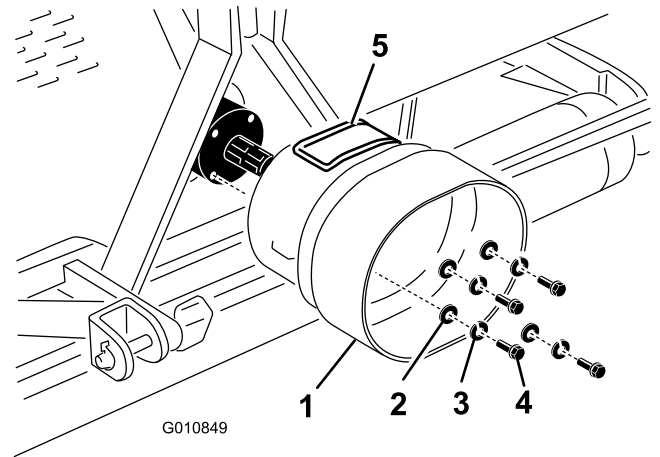

Figura 22
2. Monte a proteção da tomada de força na transmissão do arejador com os fixadores previamente removidos (Figura 22).
Alinhe o painel de acesso (Figura 22) da proteção da tomada de força com a parte superior ou lateral, dependendo da configuração da estrutura do arejador.
1. Retire os 4 parafusos, anilhas de bloqueio e anilhas planas fixadas à parte de trás da transmissão do arejador (Figura 22).
Nota: Pode abrir o painel de acesso (Figura 22) para facilitar a remoção e a instalação dos parafusos de montagem do veio da tomada de força.